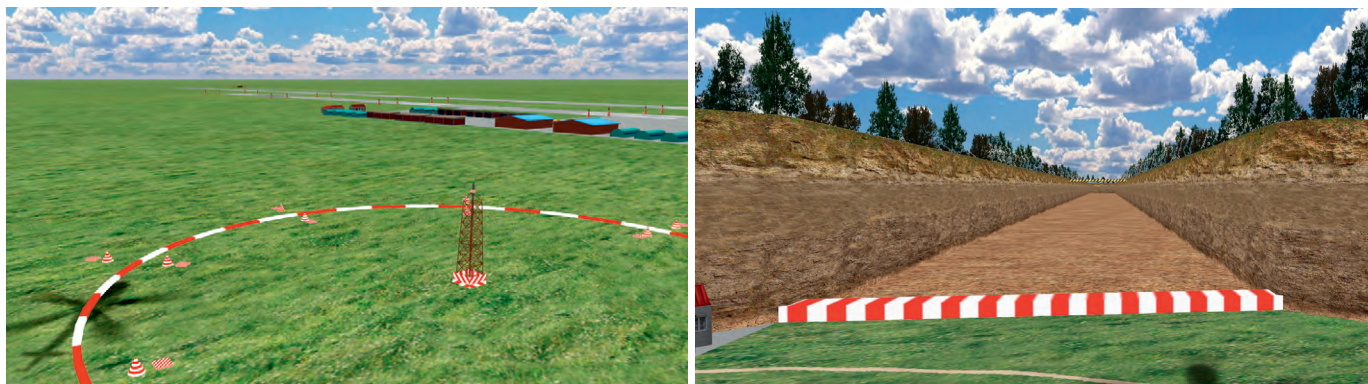

Рис. 8. Изображения полигонов для отработки типовых манёвров
- полигон для отработки типовых манёвров в соответствии со стандартом ADS-33 (рис. 8);